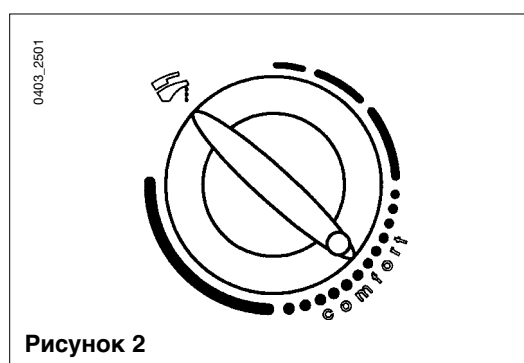

Рисунок 2
**Для экономии энергии рекомендуется устанавливать ручку в положение “—комфорт—” (рисунок 2). Зимой вероятно потребуется увеличить температуру воды ГВС относительно нужной величины.**